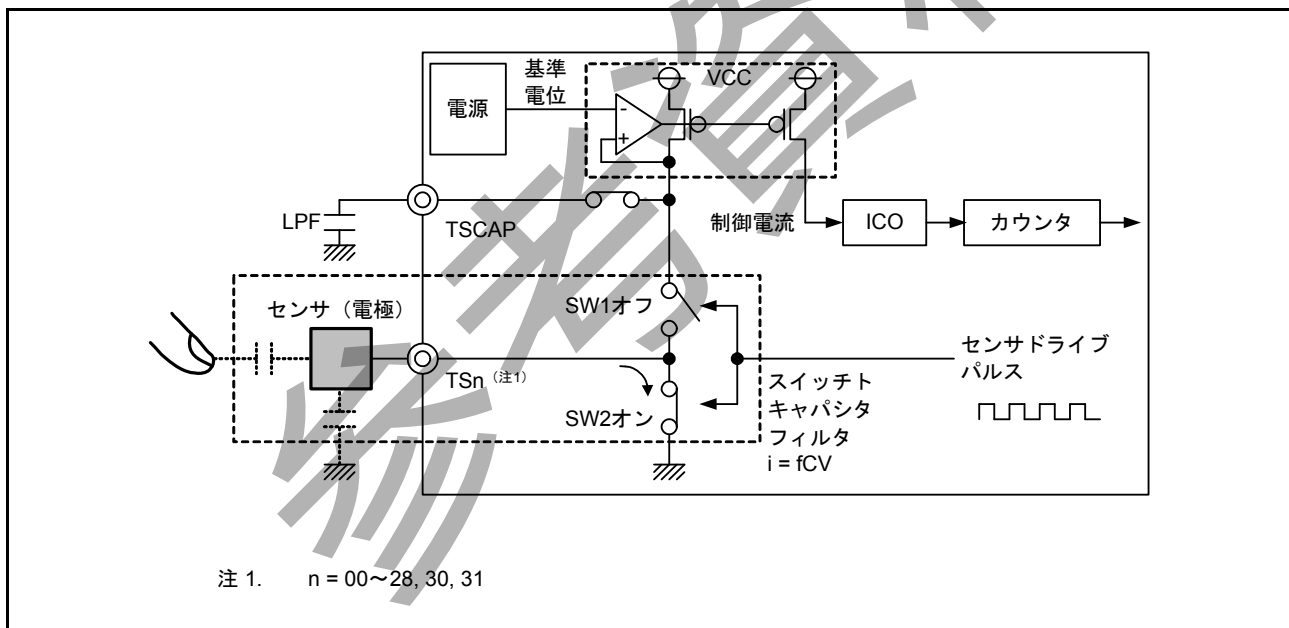

図 34.6 放電動作
2. SW1 : OFF、SW2 : ON にすることで、充電された容量は放電されます。図 34.6 を参照してください。